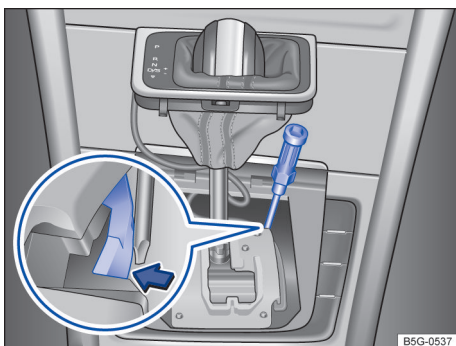

Fig. 135 Destravamento de emergência do bloqueio da alavanca seletora (variante 1).
- Inverter a cobertura para cima sobre a alavanca seletora → Fig. 135.
- Com a lâmina plana da chave de fenda das ferramentas de bordo, pressionar cuidadosamente a alavanca de destravamento no sentido da seta (lupa) e manter nessa posição (variante 1) → Fig. 135.